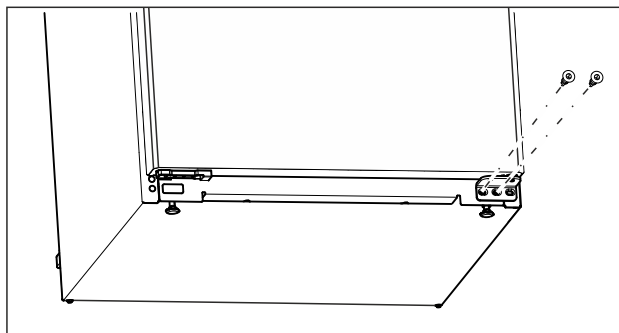

Fig. 15
- ▶ Skru ut den midtre skruen med skrutrekkeren Torx 20 på den nedre lagerbukken. (se Fig. 15)
- ▶ Skru ut den innvendige skruen med skrutrekkeren Torx 20 på den nedre lagerbukken. (se Fig. 15)